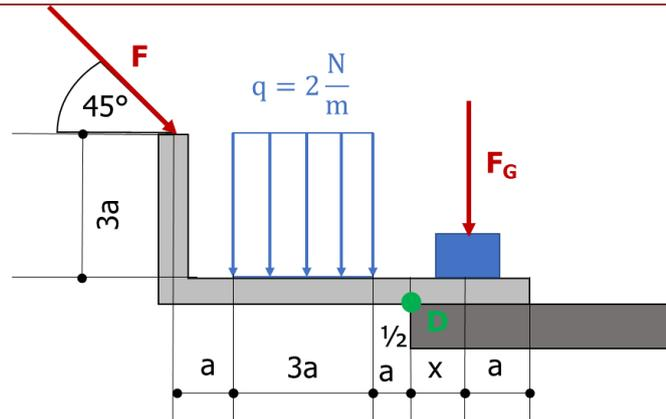

Abbildung 23: Momentengleichgewicht
- b) An den Balken in Abbildung 23 greifen zwei Kräfte und eine Linienlast an. Berechne den Abstand x so, dass der Balken gerade nicht kippt (gegeben: $a = 1 \text{ m}$, $F = \frac{4}{\sqrt{2}} \text{ N}$, $F_G = 9 \text{ N}$).